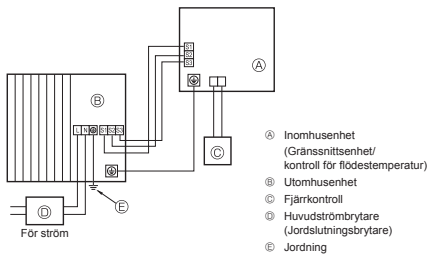
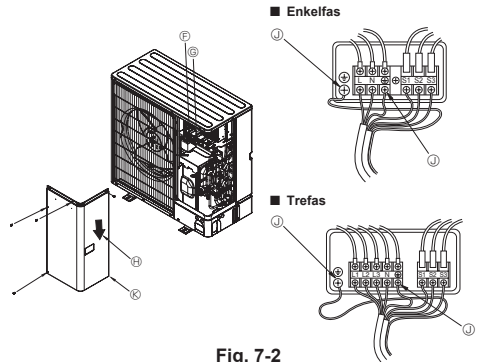

Fig. 7-1
Fig. 7-2
7.1. Utomhusenhet (Fig. 7-1, Fig. 7-2)
- ① Ta bort servicepanelen.
- ② Hänvisa till fig. 7-1 och fig. 7-2 när kablarna dras.